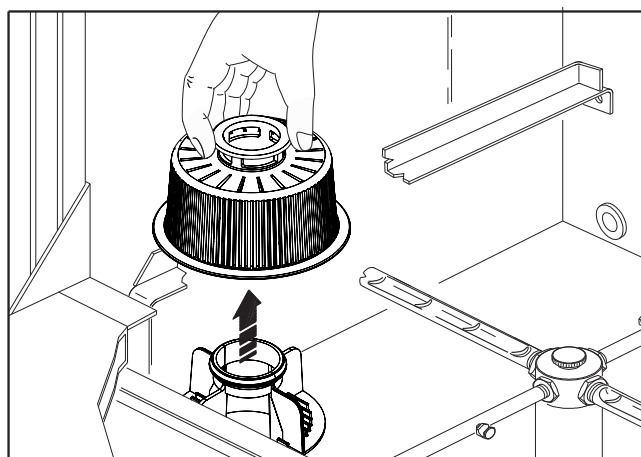

Рис. 17
5. Снимите и очистите фильтр моечного насоса (рис.17) и, при наличии, фильтры ванны.